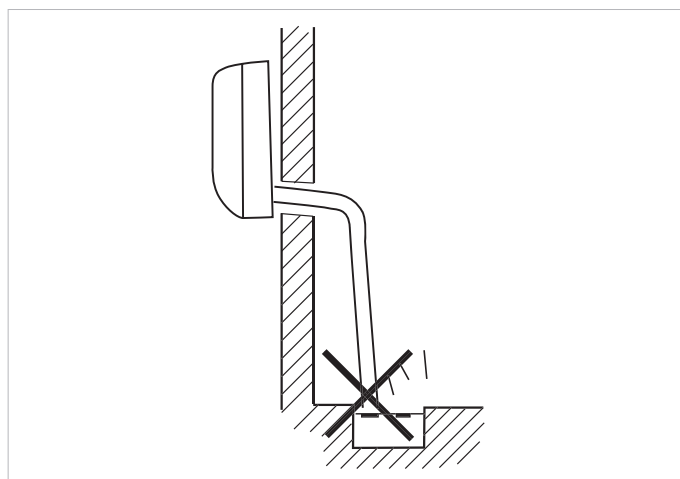

Fig. 9.5 Mauvaises odeurs à éviter
- Installer la conduite de condensats de manière à ce que son extrémité ouverte soit tenue à l'écart de sources de mauvaises odeurs afin d'éviter toute pénétration de ces dernières dans la pièce (cf. figure 9.5).